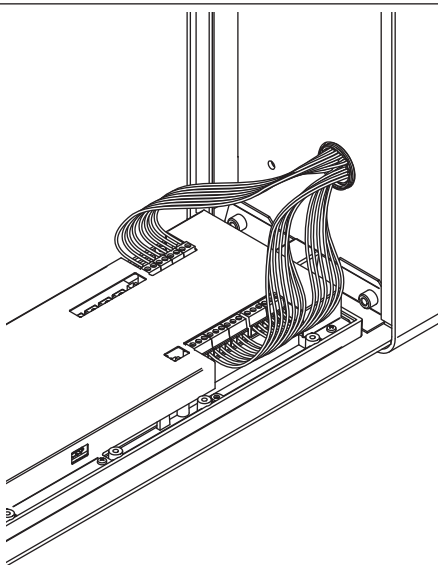

Fig. 4
⚠ Per prevenire infiltrazioni d'acqua si consiglia vivamente di apporre del silicone tra la placca e la parete SOLAMENTE SUL LATO DESTRO, SINISTRO E SUPERIORE. NON APPORRE IL SILICONE SUL LATO INFERIORE DEL SUPPORTO MODULI (Fig. 4);
4. Collegare i fili utilizzando un giravite per morsetti e successivamente impostare i dip-switch come da schema di installazione fornito o come indicato dalle istruzioni di installazione, dopodiché ridare l'alimentazione al sistema e controllare se funziona correttamente (**Fig. 4**);